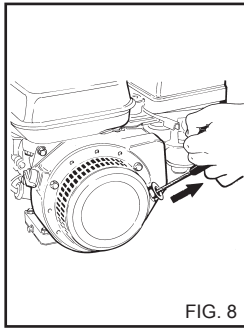

FIG. 8
- 4) Arrancar el motor de explosión tirando del cable auto-arranque (fig. 8).